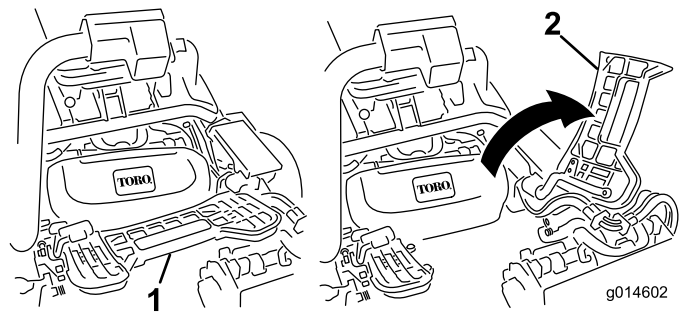

Figura 69
2. Levante el reposapiés y gírelo hacia arriba, para tener acceso a la posición de la unidad de corte central (Figura 69).